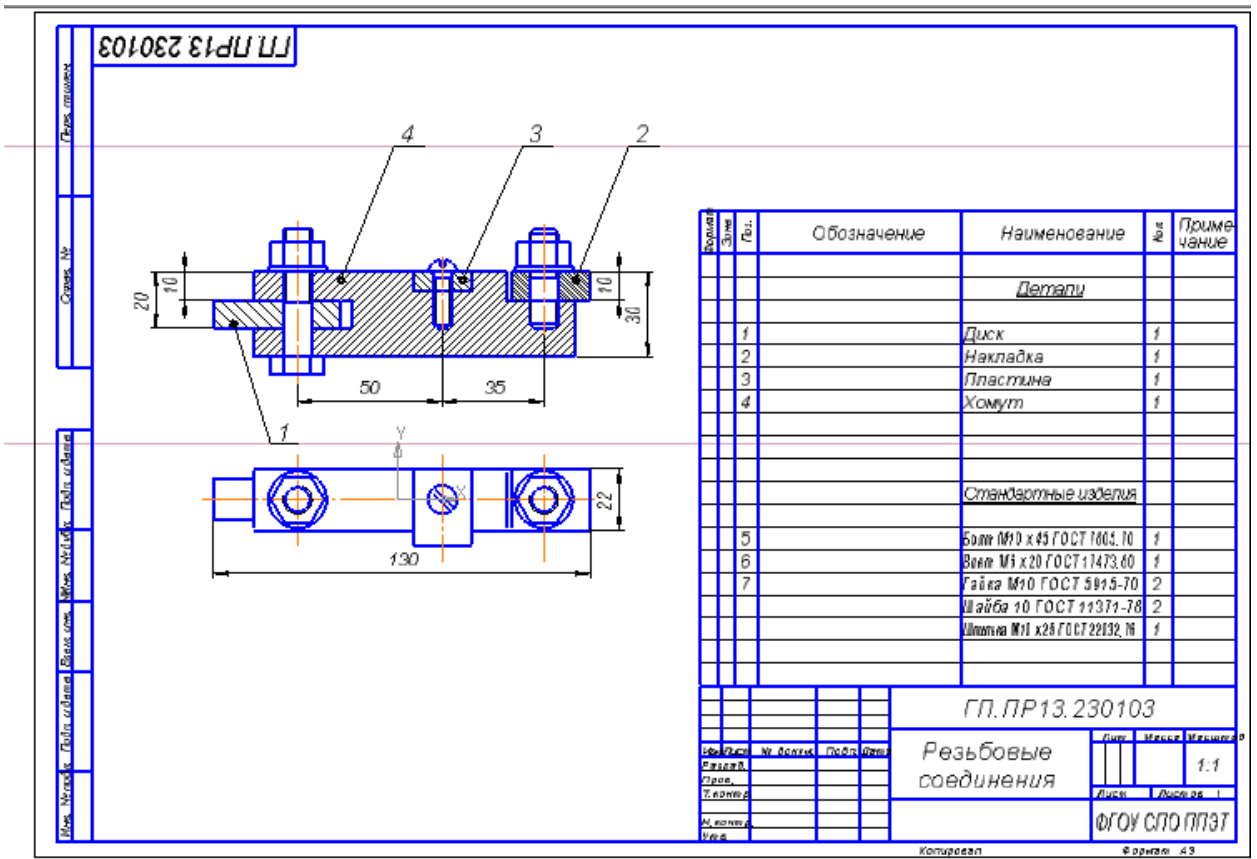

Рис.1– Сборочный чертёж резьбовые соединения
1. Внимательно изучите изображения на чертеже (рис. 1)
2. Выполните Графическую работу на формате А3 (Рис.1)